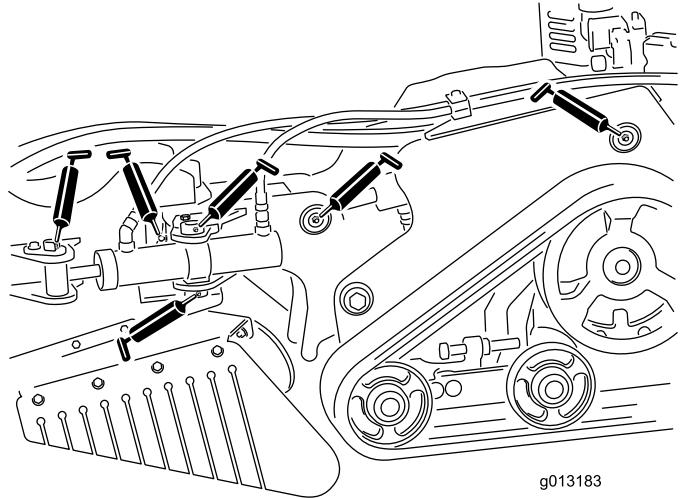
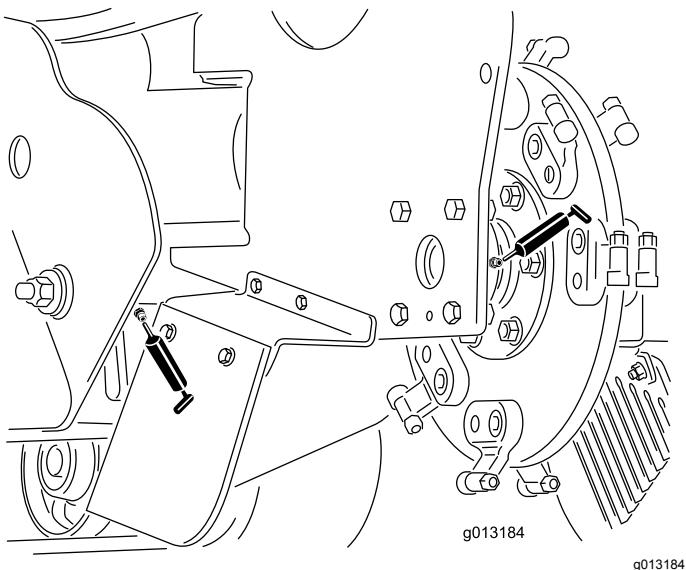

Figure 24
Figure 25
- Raccordez une pompe à graisse à chaque graisseur (Figure 24 et Figure 25).